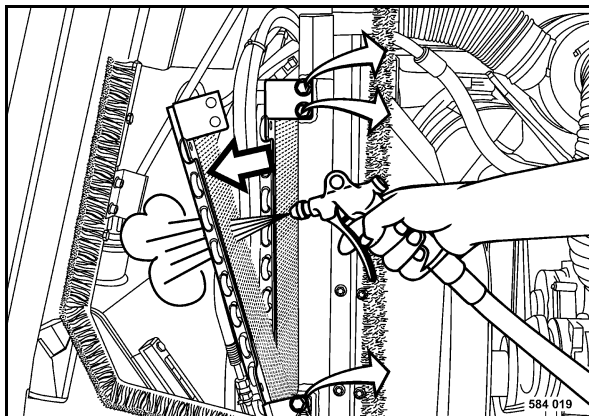

Fig. 136
- Desenroscar los tornillos de fijación del condensador (Fig. 136) y plegar el condensador hacia delante.